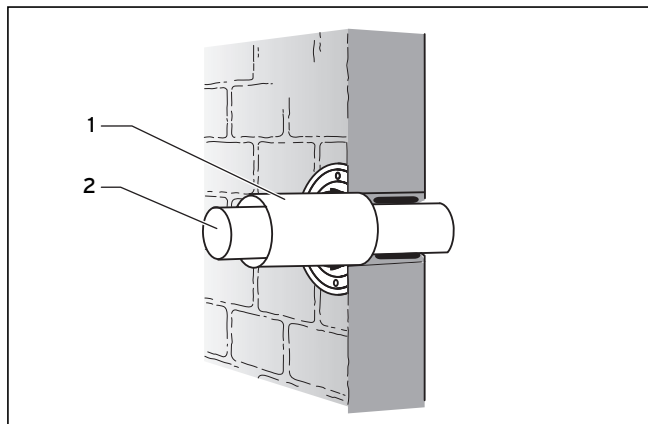

Рис. 4.19 Монтаж подсоединения
- Укоротите трубу СВО согласно рис. 4.19.